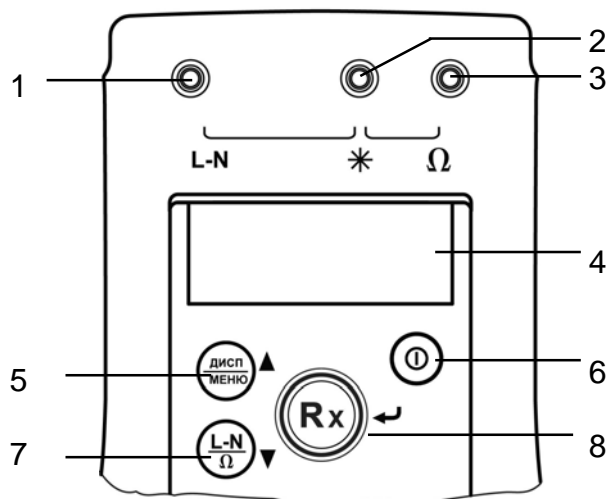
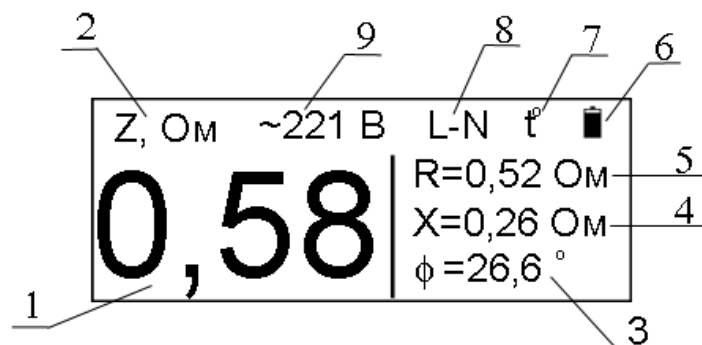
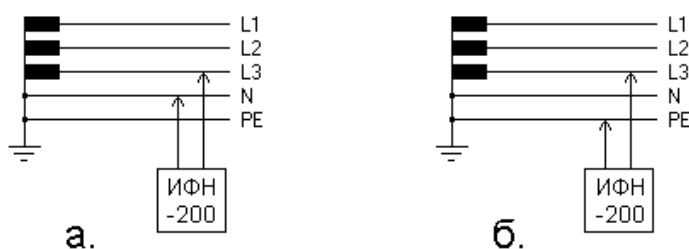

Рисунок 1.4.2 - Передняя панель
Рисунок 1.4.3 - Вид индикатора в режиме «фаза-нуль». Режим дисплея - полный.
Рисунок 2.3.1
Включение и выключение прибора осуществляется нажатием кнопки «» (см. рисунок 1.4.2 позиция 3). После включения прибор производит восстановление режима работы и настроек, активных на момент последнего выключения.
Степень заряженности аккумулятора отображается на индикаторе условным символом в виде батарейки и определяется по величине её зачернённости (см. рисунок 1.4.3 символ 6). Символ «» соответствует полностью заряженной батарее, «» - разряженной.
Выбор режима «фаза-нуль» (измерение параметров петли «фаза-нуль») осуществляется нажатием кнопки «L-N/Ω/▼». При этом на индикаторе прибора отображается символ «L-N» (см. рисунок 1.4.3, символ 8).
Кабели измерительные должны быть соединены с прибором через гнезда «\*» и «L-N» (см. рисунок 1.4.2). Свободные концы кабелей измерительных подключаются к исследуемой цепи «фаза-нуль» (см. рисунок 2.3.1.а, 2.3.1.б), параметры которой подлежат определению. При этом на индикаторе прибора индицируется действующее напряжение петли «фаза-нуль» (U) (см. рисунок 1.4.3, символ 9).
Для проведения измерения следует нажать кнопку «Rx/Ω» (см. рисунок 1.4.2). При этом прибор производит проверку целостности цепи петли «фаза-нуль» малым током, не допуская работу с цепями сопротивлением более 1 кОм (о чем свидетельствует сообщение «Цепь повреждена!» на индикаторе прибора), после чего производит измерение.
В приборе имеется защита от перегрева измерительного резистора 10 Ом. Если его температура превысила верхний допустимый порог, на индикаторе высвечивается мигающий символ (см. рисунок 1.4.3 символ 7) и следующее измерение может быть произведено только после снижения его температуры до рабочей (исчезнет символ 7, рисунок 1.4.3).
Кабели измерительные должны быть соединены с прибором через гнезда «\*» и «Ω» (см. рисунок 1.4.2). Свободные концы кабелей измерительных подключаются к цепи, сопротивление которой подлежит измерению. Если на этом участке цепи присутствует напряжение амплитудой более 0,5 В, измерение не может быть произведено, о чем сигнализирует соответствующий символ (см. рисунок 1.4.5 символ 5).
Для проведения измерения следует нажать кнопку «Rx/↵» (см. рисунок 1.4.2). Результат измерения, с учетом сопротивления кабелей измерительных, индицируется на индикаторе (см. рисунок 1.4.5 символ 1).